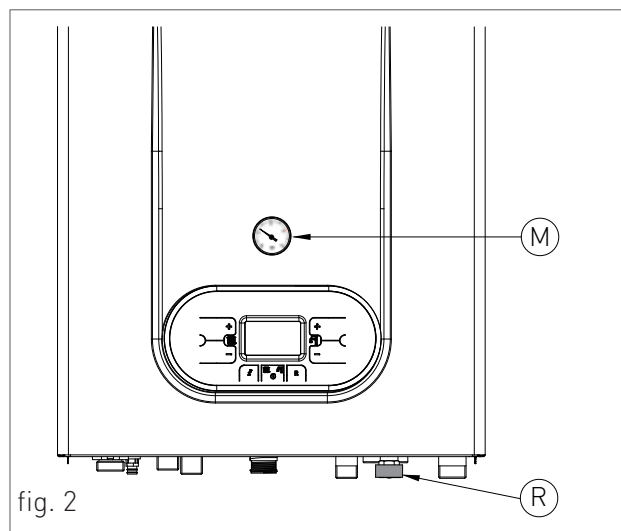
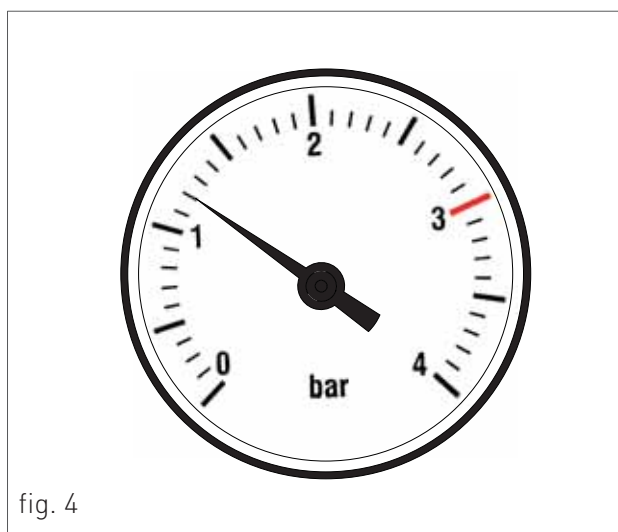

fig. 2
fig. 4
QUESTA CALDAIA PUÒ ESSERE INSTALLATA IN UN LUOGO PARZIALMENTE COPERTO (VEDI FIG.2 AL CAPITOLO 'SPAZI TECNICI MINIMI E POSIZIONAMENTO').
3. aprire il rubinetto di carico "R" (fig. 2);
5. controllare attraverso il manometro "M" (fig. 2) che la pressione dell'impianto raggiunga 1.2 bar (fig. 4);
6. ad operazione avvenuta, assicurarsi che il rubinetto di carico "R" (fig. 2) sia ben chiuso.
8. se dopo le suddette operazioni si rilevasse una diminuzione della pressione dell'acqua nell'impianto, aprire di nuovo il rubinetto di carico "R" fino a che la pressione nel manometro non segni 1.2 bar (fig. 4)